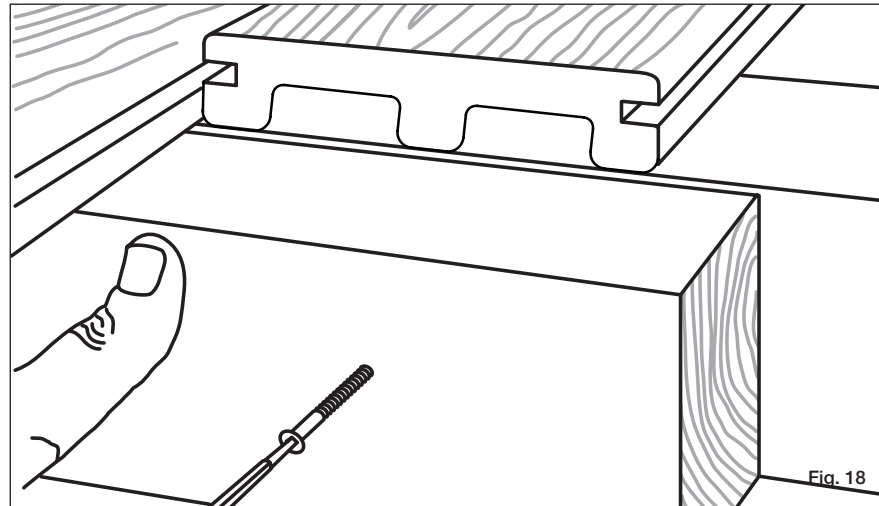
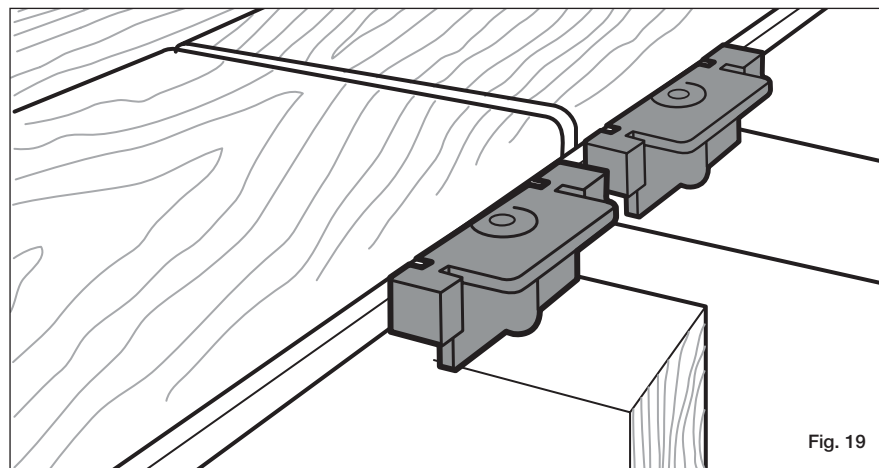

Fig. 18
Fig. 19
Étape 7 Installez une attache à chaque emplacement de solive le long de la longueur de la planche. Pour les installations où les planches de terrasse sont posées bout à bout au niveau des solives, il faut ajouter un bloc de 20 cm (8 po) à l'aide d'une attache dissimulée Stowaway à l'extrémité de chaque planche (Fig. 18 et Fig. 19). Assurez-vous d'espacer les planches selon la description précédente.